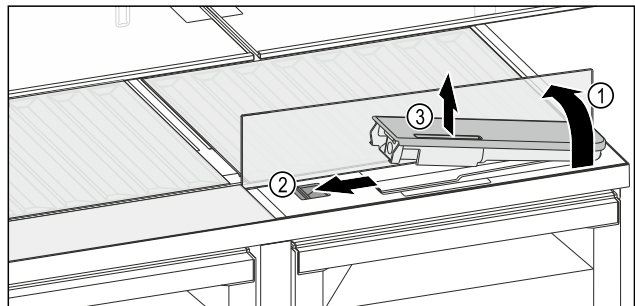

Fig. 131
- ▶ Поднять стеклянную панель и откинуть до упора назад *Fig. 131 (1)*.
- ▶ Сдвиньте ползунок *Fig. 131 (2)* влево.
- ▶ Вынуть бак для воды *Fig. 131 (3)*.